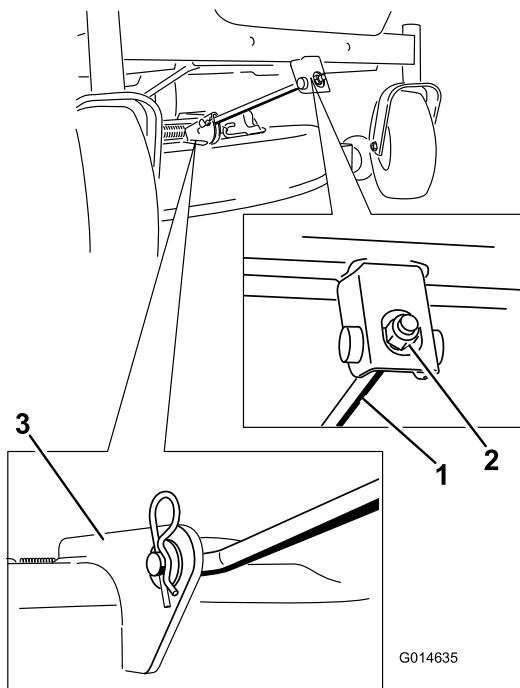

Bild 68
4. Entfernen Sie den Splint von der vorderen Stützstange und entfernen Sie die Stange von der Mähwerkhalterung (Bild 68).
6. Befestigen Sie die vordere Stützstange mit dem Lastösenbolzen und Splint am Mähwerk (Bild 68).